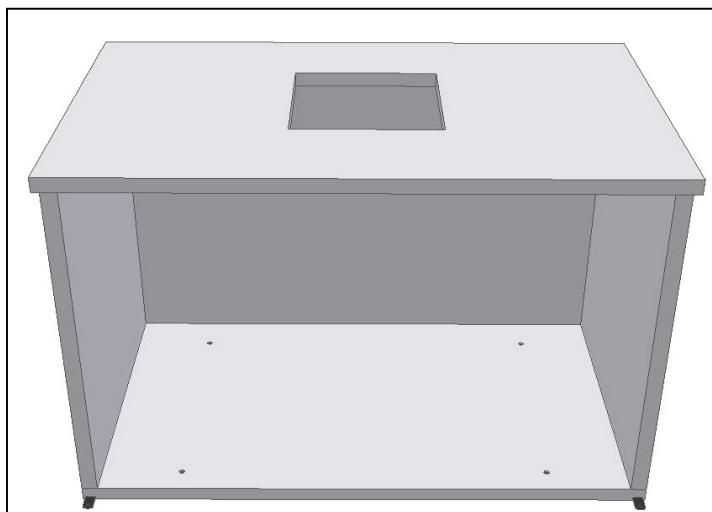

Abb. 7
- Bringten Sie die **Abdeckplatte** auf den Seitenwänden und der Rückwand in Position und befestigen Sie sie nur mit der Rückwand (Abb.7);